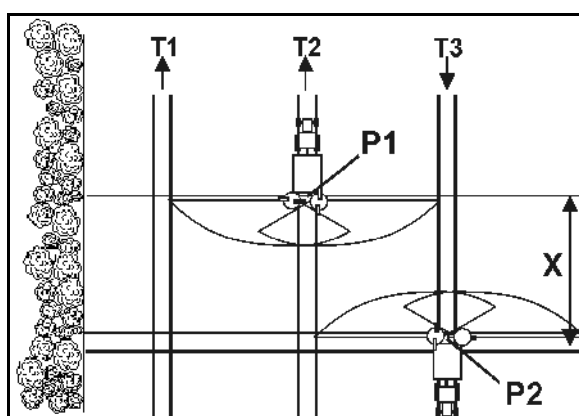

Fig. 69
- Lukkespjeldene åpnes etter innkjøring i kjøresporet på punkt P1 (Fig. 69) hvis spredeskivene har avstanden X fra kjøresporet til vendeteigen.
- Lukking av spjeldet før kjøring ut av kjøresporet på punkt P2 (Fig. 69) hvis spredeskivene befinner seg på høyde med det første kjøresporet i vendeteigen.